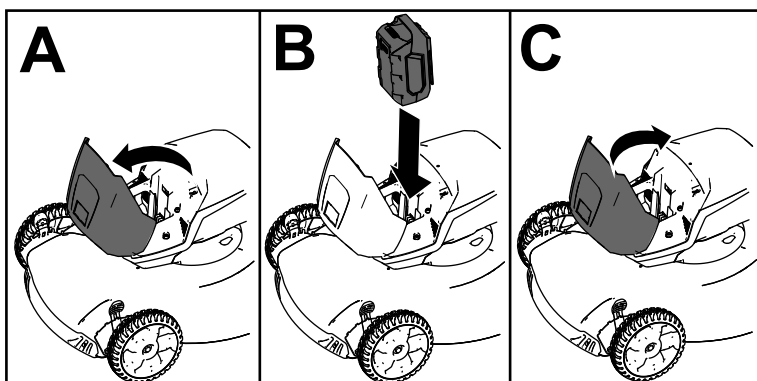

Figura 11
2. Ridicați capacul compartimentului pentru acumulator (A din Figura 11).
3. Aliniați canalul acumulatorului cu limba de pe maină și glisați acumulatorul în compartiment până când se fixează prin blocare (B din Figura 11).
4. Închideți capacul compartimentului pentru acumulator (C din Figura 11).